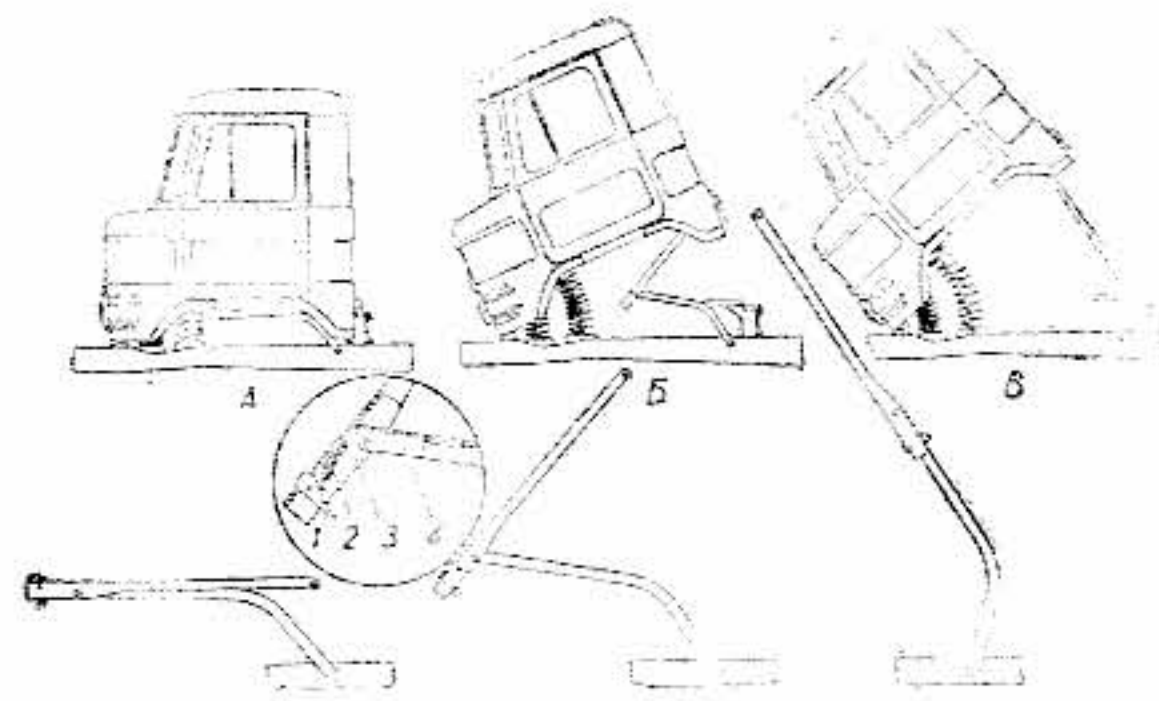

Рис. 71. Работа упора при откидывании кабины:
4. Зафиксировать кабину в открытом положении на заделке (рис. 71Б) упора.